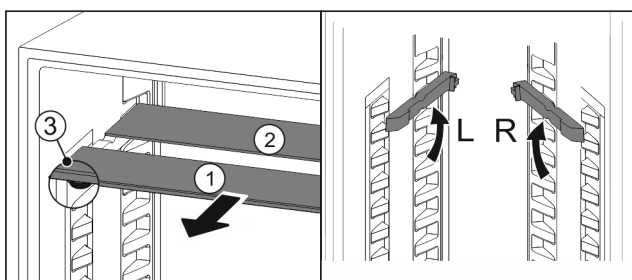

Fig. 57
- Træk glaspladerne ud enkeltvis fremad Fig. 57 (1).
- ▷ Glaspladen Fig. 57 (1) med pyntelisten ligger foran.
- ▷ Stoppene Fig. 57 (3) peger nedad.